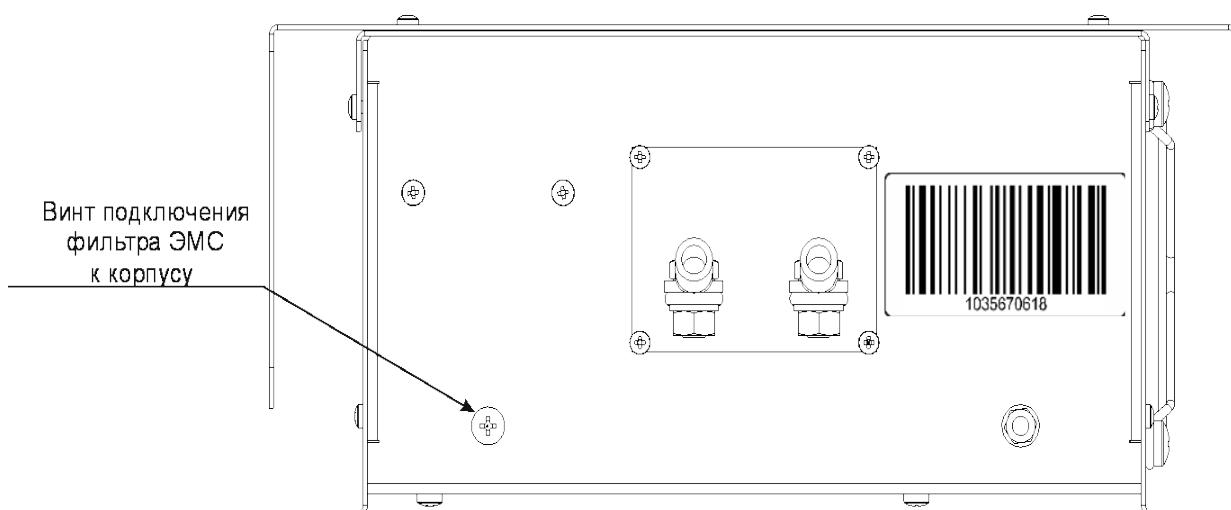

Рис. 2 ИС1-24-2000 Р
6.6. Подключение преобразователя производится в следующем порядке согласно Рис.2:
- подсоедините преобразователь к аккумулятору с помощью штатных питающих кабелей через проходной предохранитель, расположенный непосредственно на плюсовой клемме аккумулятора (номинал предохранителя указан на Рис.2).